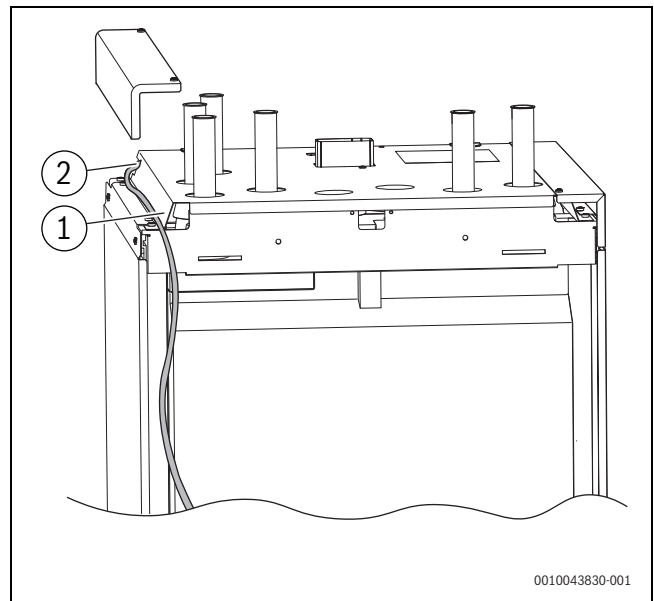

Fig. 29 Passacavo nell'apparecchio
- ▶ Fissare i cavi nei ferma cavi (→ Fig. 29, Pos. [1]) sul retro della scatola elettronica e condurli ai passacavi.